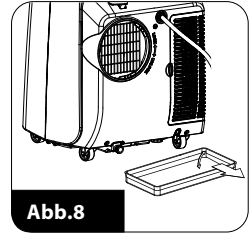

Abb.8
- stellen Sie ein flaches Gefäß unter die untere Wasserablassschraube (10)
- lösen Sie die Mutter, entfernen Sie den Gummistopfen (Abb. 8).